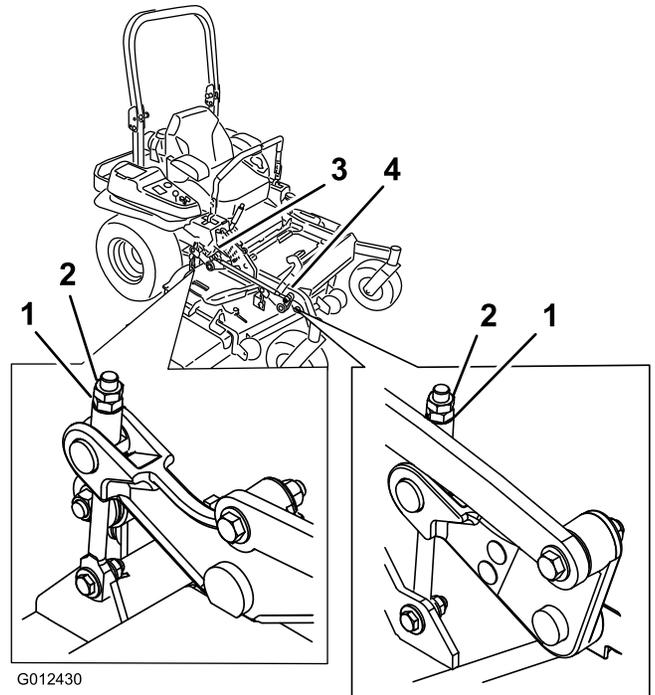

Figura 93
- 10. Gire la tuerca de ajuste del conjunto de elevación de la carcasa delantera para modificar la altura (Figura 93).
16. Gire la tuerca de ajuste del conjunto de elevación de la carcasa delantera para modificar la altura (Figura 93).